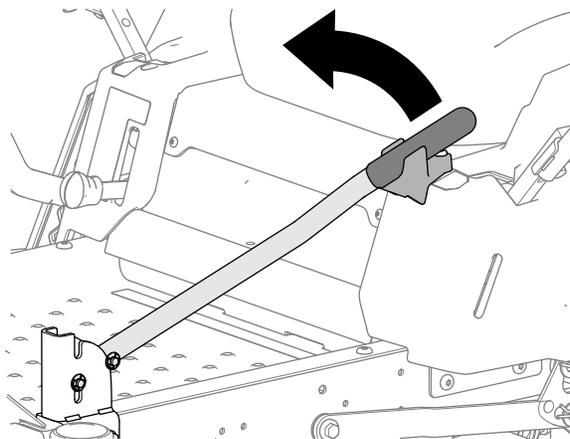

Figura 16
1. Ruotate la maniglia per trazione assistita come illustrato nella Figura 16.